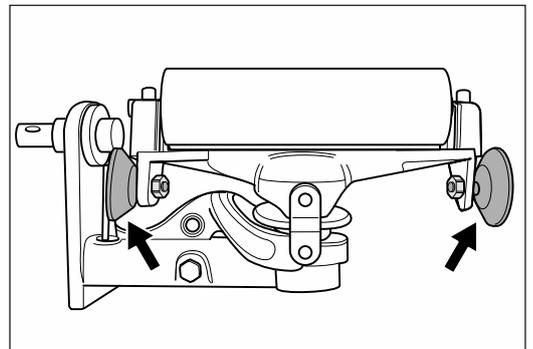

Abb. 43 Die Leitrollen müssen leicht drehbar sein!
- Die beiden Leitrollen am Aggregatoberteil müssen leicht drehbar sein (Abb. 43)!